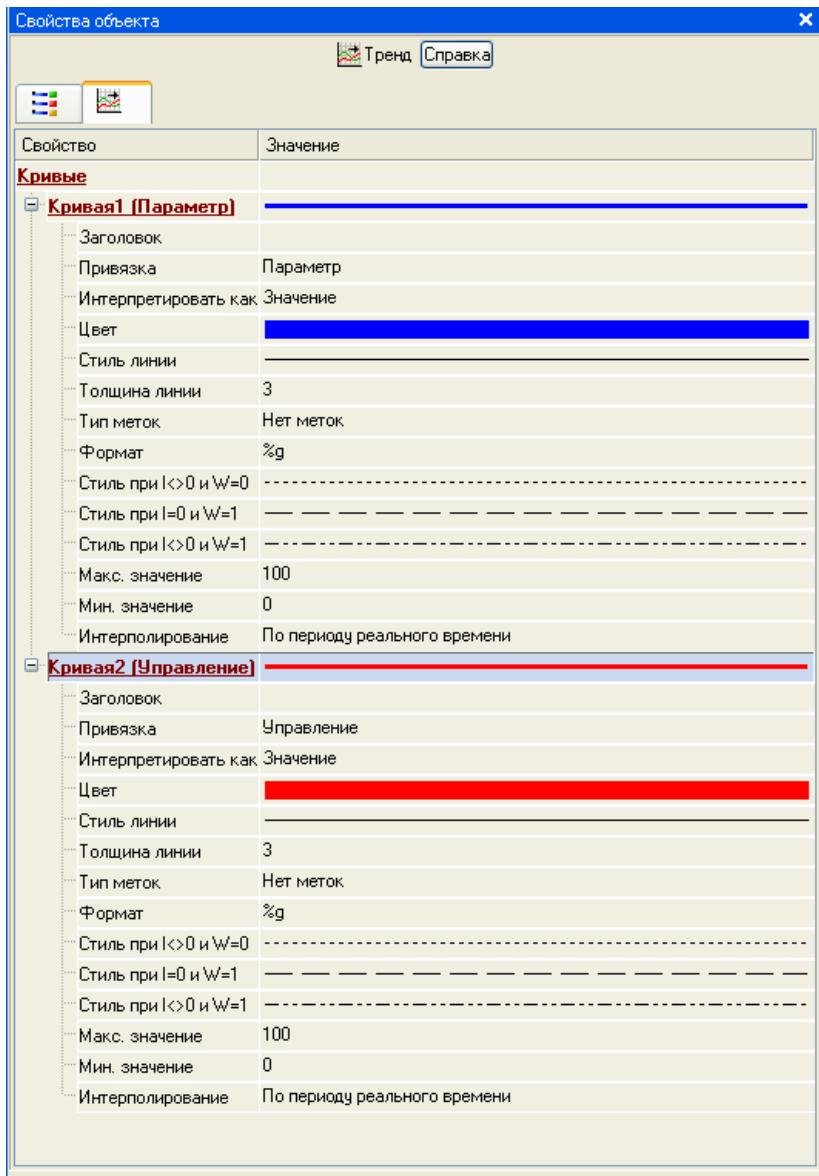

Рис. 4.10
4.4.5.3. Перейти у вкладку  і, виділити ЛК рядок **Криві**, за допомогою ПК створити дві нових кривих. Набудувати для них прив'язки до існуючих аргументів, товщину і колір ліній (рис. 4.10).